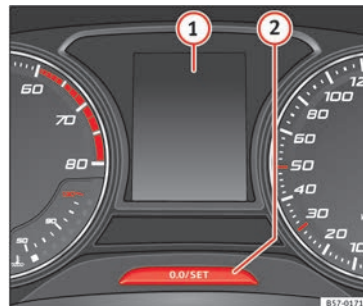

Fig. 48 Cuadro de instrumentos
La indicación de los intervalos de servicio aparece en la pantalla del cuadro de instrumentos **» fig. 48 ①**.